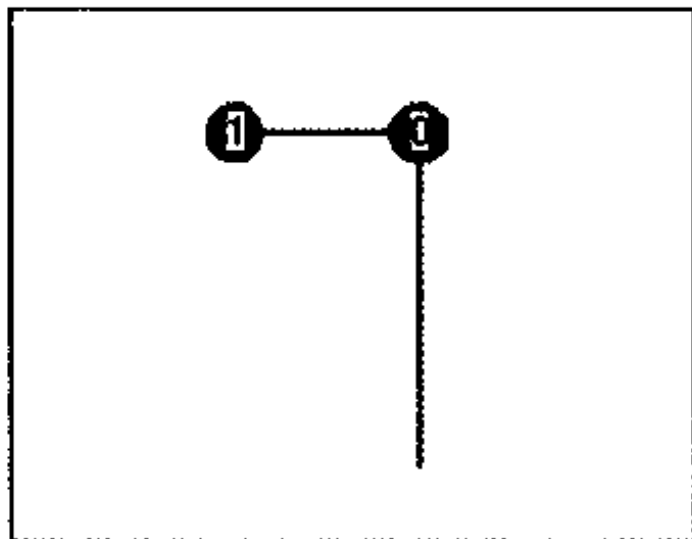

图 7-13 在图纸中放置焊盘的效果
- (1) 在 Placement Tools 工具栏中单击  按钮,选择放置焊盘的工具,或者选择 Place > Pad。
- (2) 此时鼠标箭头变为十字光标,并且带有一个焊盘的形状,将十字光标移到图纸中的适当位置单击,将焊盘放置在图纸中。此时鼠标箭头仍为十字光标,用户可以继续在图纸中放置焊盘,在图纸中再放置一个焊盘,然后右击鼠标,结束放置焊盘的操作,得到如图 7-13 的效果。